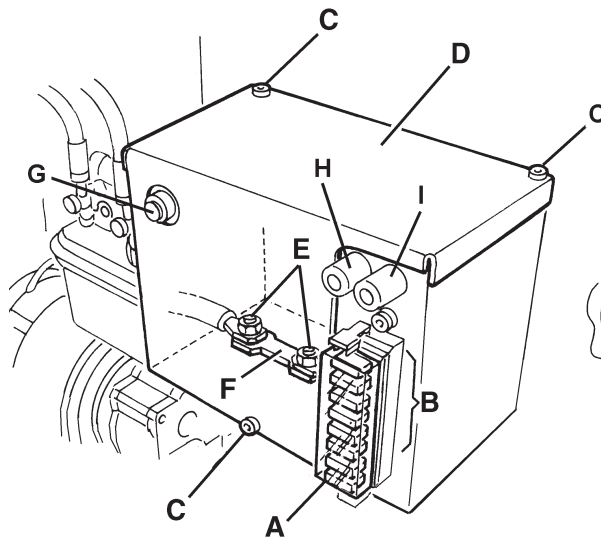

Abbildung 28
5. Abdeckung (A, Abb. 28) abnehmen und Position der auf dem Aufkleber angegebenen Sicherungen notieren.
6. Folgende Sicherungen (B) überprüfen/austauschen:
7. Schraube (C, Abb. 28) herausdrehen und Abdeckung (D) entfernen.
8. Muttern (E) entfernen.
9. Hauptsicherung F0 (150 A) (F) überprüfen/austauschen.
- Sicherung FA (H, Abb. 28): Selbstrückstellende Sicherung Motor rechter Seitenbesen
- Sicherung FB (I): Selbstrückstellende Sicherung Motor linker Seitenbesen (optional)
- Sicherung FC (G): Selbstrückstellende Sicherung Hauptkehrwalzenmotor